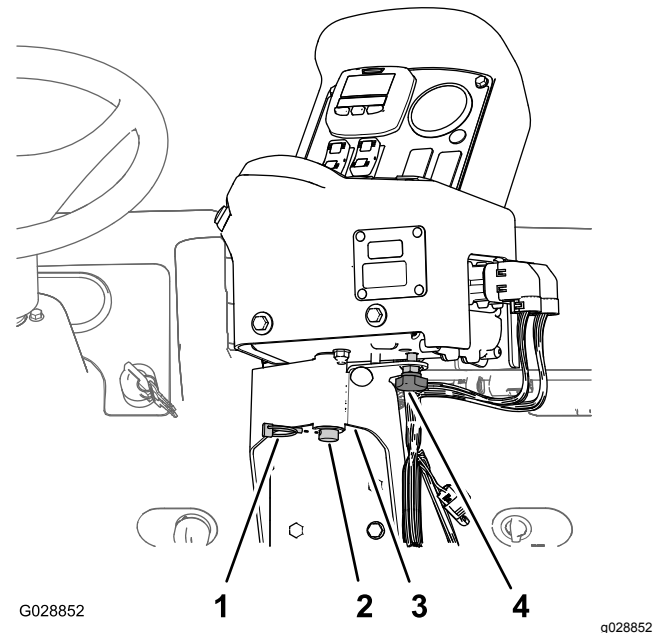

Figura 18
2. Instale la consola de control en el soporte de montaje de la consola, y sujete la consola de control con la chaveta retirada previamente (Figura 18).
3. Instale el pomo y apriételo para evitar que la consola gire durante el uso (Figura 18).